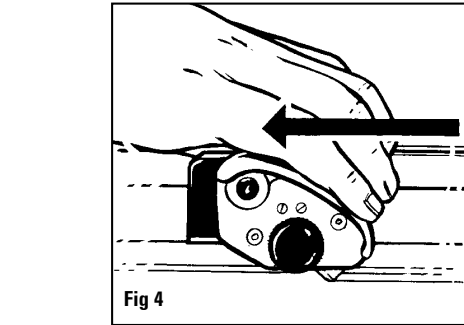

Fig 4
4. Fassen Sie das Klingensmagazin wie in Abb. 4 gezeigt und schieben sie den Scheidkopf auf sich zu, bis der Karton vollständig geschnitten ist.
4. Sosteniendo al sujetador de la cuchilla según se muestra en la Fig 4, tire de la cabeza de corte directamente hacia usted hasta que el tablero de lámina perimétrica esté cortado totalmente.
4. Tenendo il portalamina come illustrato nella Fig. 4, tirare la testa di taglio direttamente verso di sé finché il cartoncino non sia completamente tagliato.